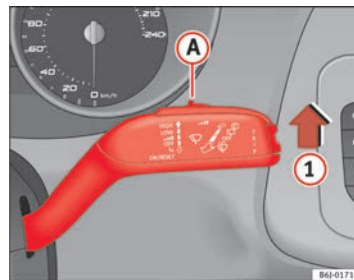

Abb. 60 Scheibenwischerhebel
- Bewegen Sie den Scheibenwischerhebel in Position **1** ⇒ Abb. 60.